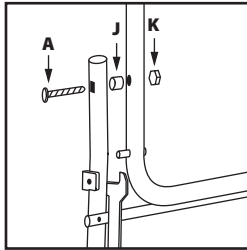

Fig. 5
- Una el componente **4** al **3** usando las fijaciones etiquetadas como **A, J y K**. No las apriete en exceso. Repítalo para el otro lado. **(Fig. 5)**. Anote la posición de los distanciadores **J** que se requieren para proporcionar el juego necesario para que el marco funcione.